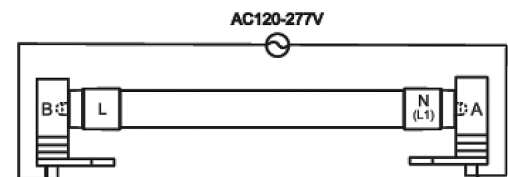

Figure 2: RETROFIT WITH ONE LAMP
STEP 8: Wire using appropriate wiring diagram. See Figures 2 and 3.
ÉTAPE 7 : Pour un câblage Fa8 (à une seule broche), connectez le fil neutre (N) du circuit dérivé à la douille « A ». Connectez le fil de phase (L du circuit dérivé non mis à la terre à la douille « B ».
ÉTAPE 8: Effectuez le câblage en suivant le schéma approprié. Voir les Figures 2 et 3.
ÉTAPE 9: Pour un câblage sans fil neutre (N), le deuxième fil de phase (L) doit être connecté au neutre (L1) du luminaire/de la douille.